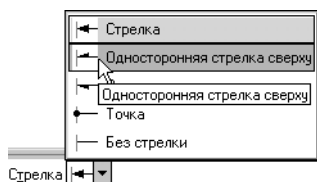

Рис. 22.22. Выбор варианта окончания линии-выноски
4. Из раскрывающегося списка **Стрелка** выберите вариант **Односторонняя стрелка сверху** (рис. 22.22).